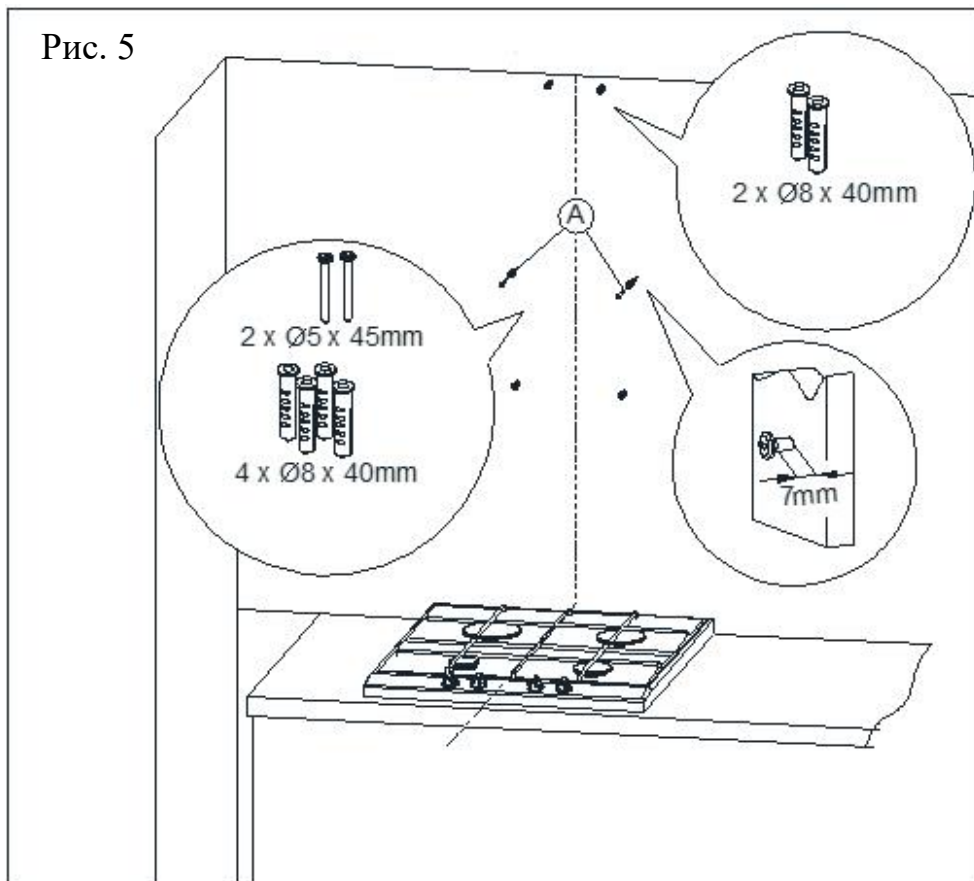

Рис. 6
3. Откройте крышку вытяжки и снимите жироулавливающий фильтр (рис. 6).